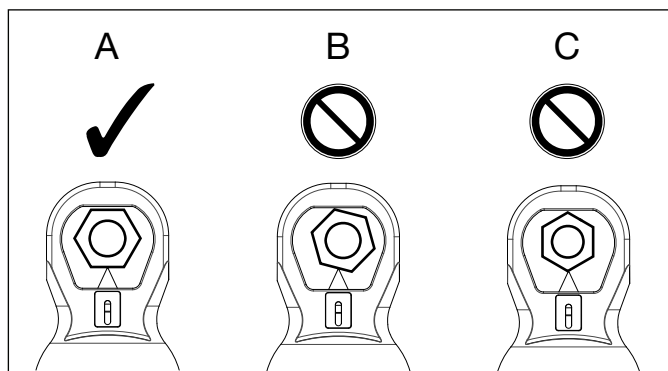

Figura 7: Posicionamento do cabeçote de corte
6. Posicione o cabeçote de corte sobre a porca, garantindo que a superfície plana da lâmina encoste em uma das faces da porca. Posicione centralmente a porca dentro do cabeçote de forma que a lâmina cortará o centro da face da porca. Veja a Figura 7, vista "A".